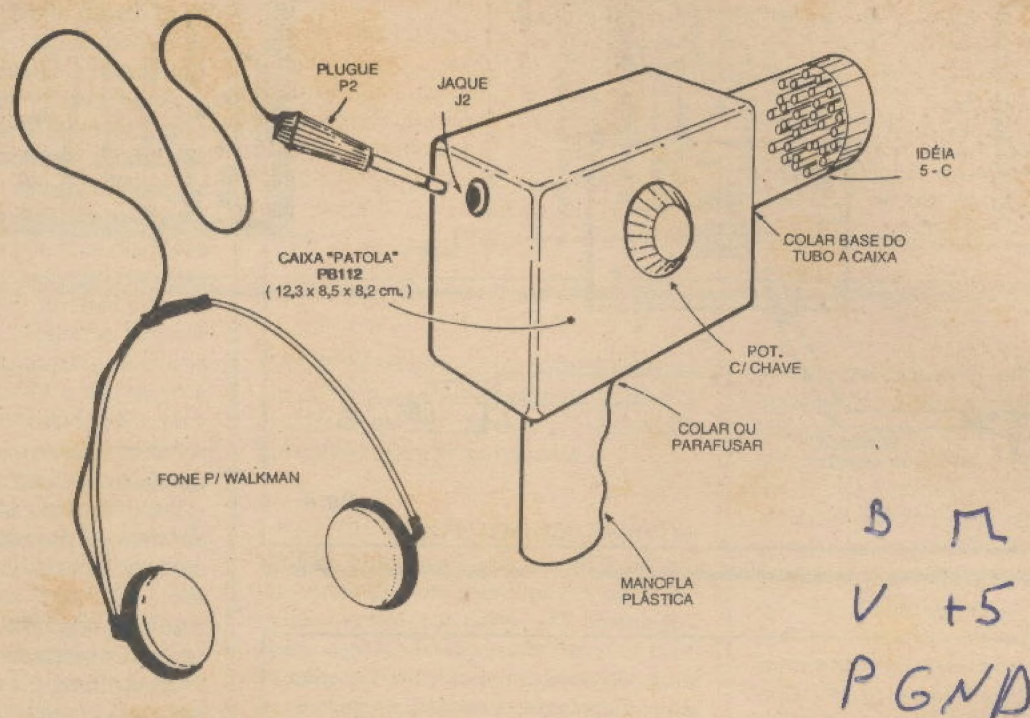

Fig. 6
- **5-C** - O mais sofisticado (em termos acústicos...) dos sistemas possíveis (porem ainda de fácil realização...) é o do *ressonador*... Constitui num tubo plástico nas medidas sugeridas, contendo *muitos* tubinhos de pequeno diâmetro, e de comprimentos diferentes, em ampla gama, com o que cada um deles estrá sintonizado para ressoar em determinada faixa ou frequência de áudio. Isso, além de oferecer um nítido *reforço* aos níveis sonoros recebidos, também colabora grandemente para aumentar a direcionalidade do sistema...! Mais detalhes sobre a idéia, logo à frente, na FIG. 6...
- FIG. 6 - A PISTOLA ACÚSTICA... - A idéia básica do *ressonador* (5-C) permite algumas elocubrações práticas que podem, a princípio, parecer um tanto *malucas*, mas cujo funcionamento e eficiência foram comprovados... O eletreto deve ficar no centro interno da base de um tubo plástico largo, este contendo (bem presos, com adesivo...) um *monte* de canudinhos de refresco, cortados em muitos e variados comprimentos (tipicamente entre um mínimo de 4 ou 5 cm. e um máximo de 10 a 11 cm.). O tubo poderá, então, ser fixado com cola forte à caixa que contém o circuito, na disposição sugerida... Uma manopla plástica, presa (por parafuso/porca, ou mesmo por adesivo forte...) à base da caixa, dará grande praticidade de uso ao conjunto, que assim poderá ser portado e *apontado* como se fosse uma pistola... O *jaque* de fone pode ficar na parte traseira do *container* principal. Com tal disposição geral, o **ORELHÃO** poderá ser confortavelmente usado para a captação remota de *conversa alheia*, ou (em atividade claramente mais nobre...) na oitiva dos sons de animais ariscos, passáros, etc., mesmo a uma distância de muitos metros! Se for desejada a máxima imunidade do sistema a ruídos induzidos pelo próprio manuseio por parte
do usuário, é possível adaptar o conjunto (dentro da idéia geral da **FIG. 6**...) a um tripé (do tipo originalmente usado com máquinas fotográficas...), com o que ficará ainda mais fácil e prático manter a *pontaria* do conjunto, além de obter-se excelente estabilidade mecânica para o sistema...